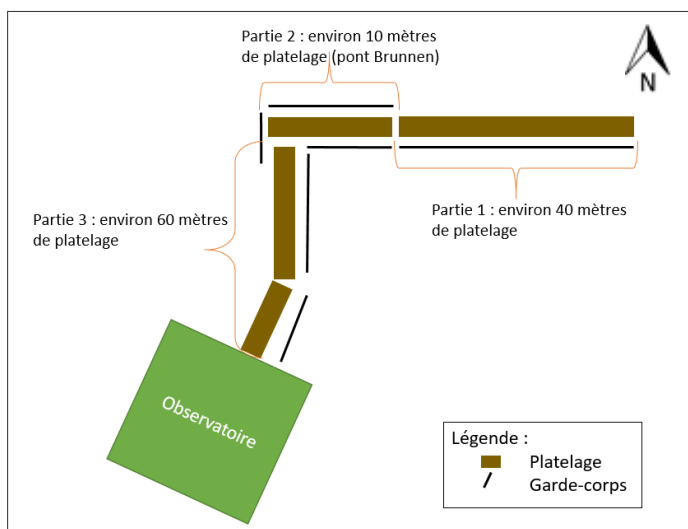

Figure 1 : schéma de l'observatoire et de ses passerelles d'accès
- Localisation : Passerelle d'environ 60 mètres (partie 3) arrivant sur l'observatoire (voir figure 1 ci-dessus).
- Localisation : Pont d'environ 10 mètres (partie 2 voir figure 1 ci-dessus).